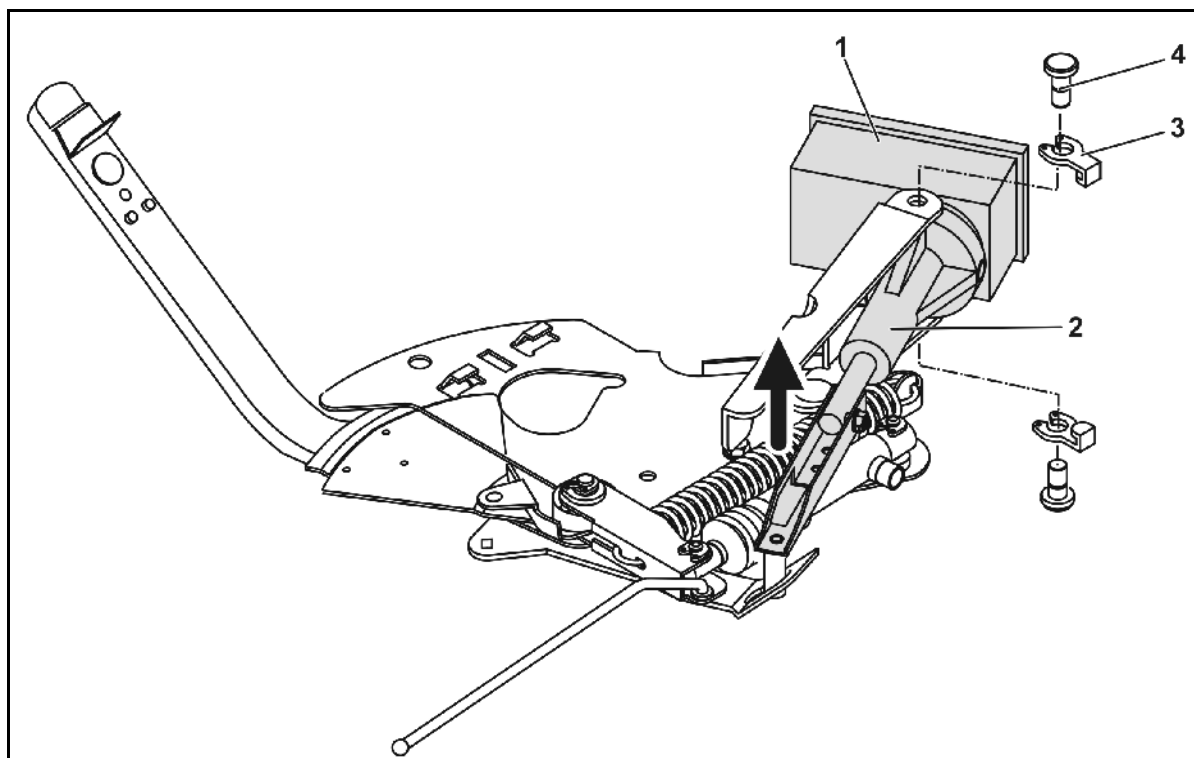

Fig. 82
1. Fjern begge låseclips (Fig. 82/3) med sikringstangen.
2. Tag begge ledbolte (Fig. 82/4) ud.
3. Tag servomotoren (Fig. 82/1) ud af motorkonsollen.
4. Hæv servomotoren, og afmonter plejlstangen (Fig. 82/2) fra stikforbindelsen til doseringsspjældet.
Foretag sikring af den afmonterede plejlstang (Fig. 82/2) med hjælpemidler, så den ikke svinger ind i hydraulikcylindrenes arbejdsområde.